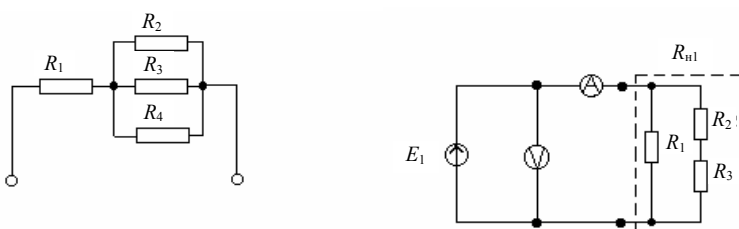

Рис. 1.2
- а) собрать схему, показанную на рис. 1.2, включить питание и установить напряжение источника $E_1 = 12 \text{ В}$;